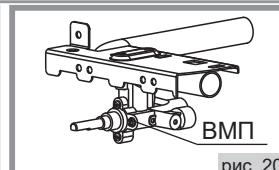

рис. 20
20.3. Настройка регулируемых ВМП горелок стола и духовки (рис. 20).